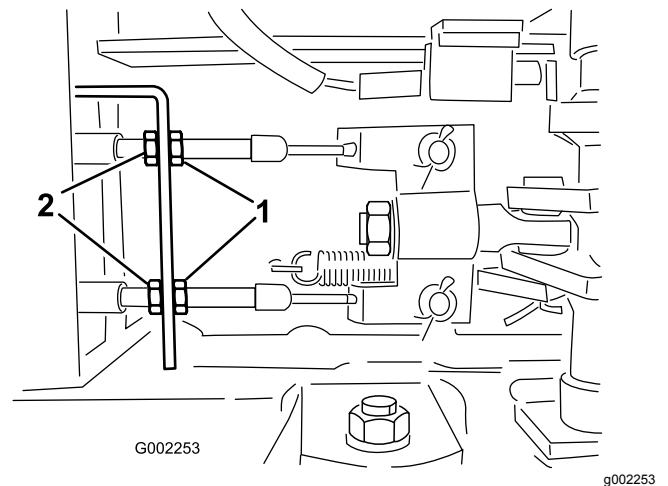

Figura 68
5. Allentate i dadi anteriori sui cavi dei freni sotto l'estremità anteriore dell'irroratrice (Figura 68).
6. Serrate i dadi posteriori uniformemente finché il pedale del freno si sposta di 1–2 cm prima che avvertiate una resistenza (Figura 68).